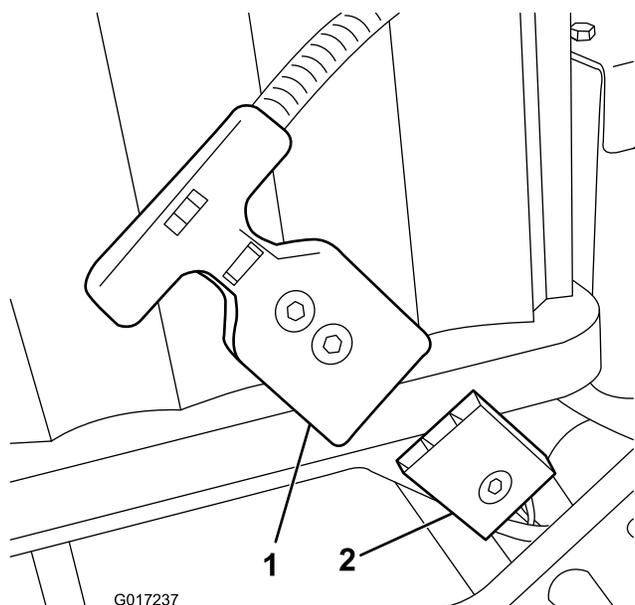

図 13
**注** バッテリーパックを取り付けたままの状態ではバッテリーパックのソケットとマシンのワイヤハーネスを接続できない場合には、先にハーネスの接続を行い、それからバッテリーパックを取り付けるようにしてください。バッテリーのベースから主電源コネクタ図 13を外す。説明にしたがってバッテリーにコネクタを取り付ける。バッテリーをベースに取り付け、付いているワイヤハーネスを対応する穴に
15. メインのワイヤハーネスからのT字コネクタを、バッテリーのベース部にある主電源コネクタに接続する図 13。